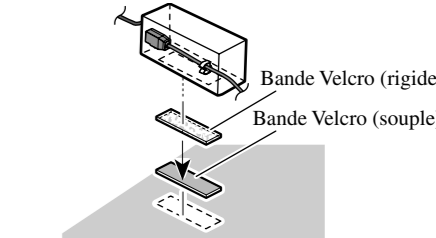

Fig. 9
• Pour installer la boîte de raccordement de câble à fibres optiques au moyen de la bande Velcro. (Fig. 9)